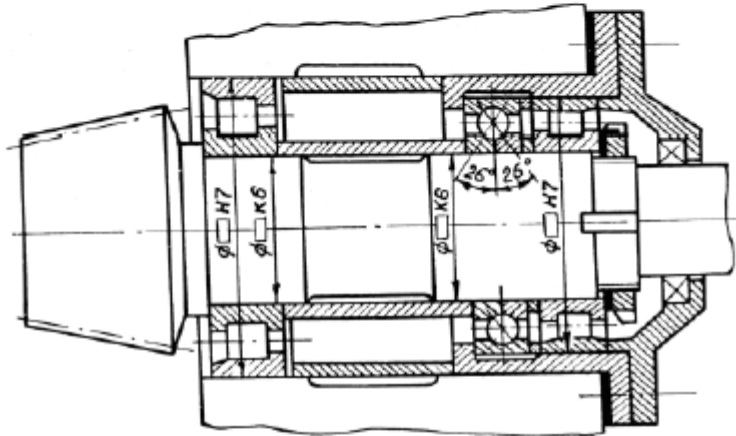

Рис. 6.6
**Задача 6.6.** Подобрать подшипники для вала конической шестерни по схеме (рис. 6.6), если на подшипники действуют радиальные силы  $F_{R1}$ ,  $F_{R2}$  и осевая сила  $F_A$ . Коэффициент безопасности –  $K_B$ , коэффициент вращения  $V = 1$ , температурный коэффициент –  $K_T$ . Диаметры посадочных мест вала –  $d_B$ , частота вращения вала –  $n$ , срок службы подшипников –  $L_h$ .